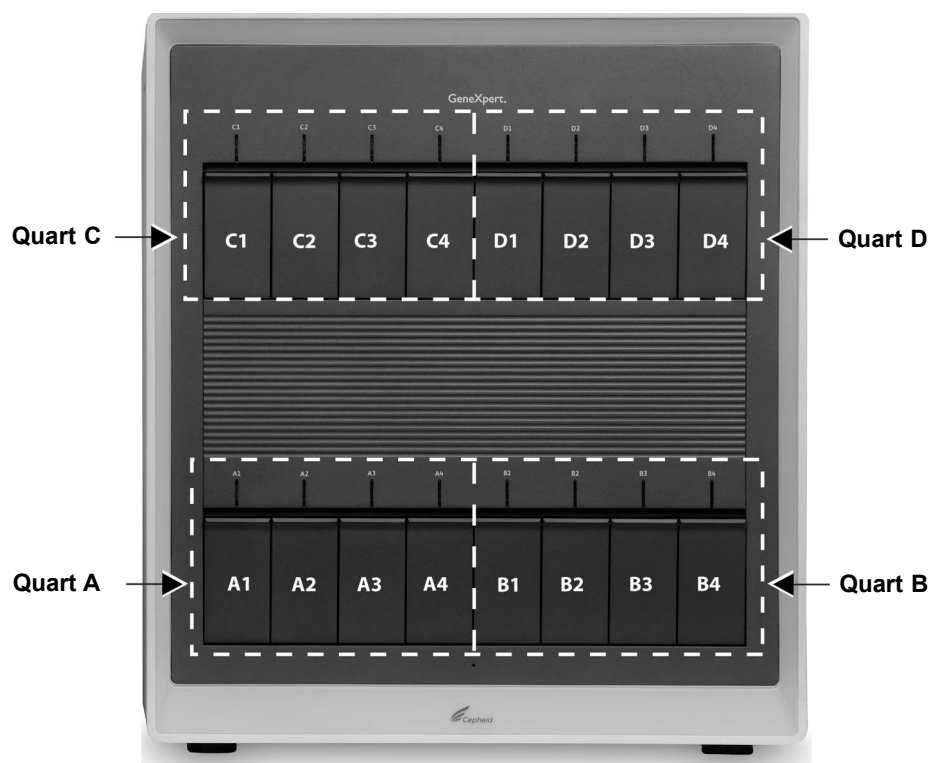
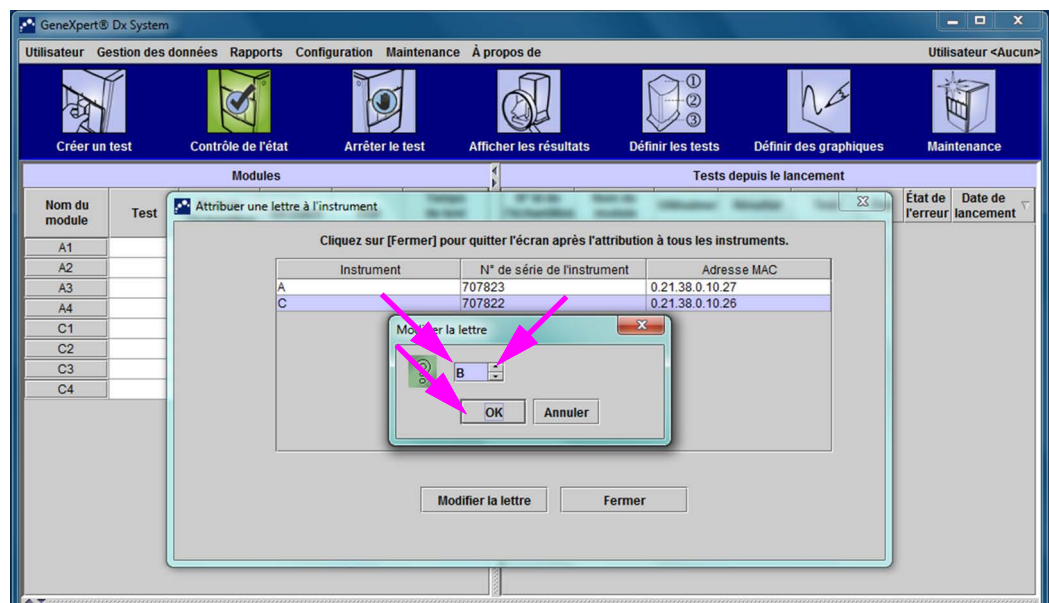

Figure 2-62. Lettres attribuées aux quarts (GX-XVI illustré)
Figure 2-68. Fenêtre GeneXpert Dx System avec superposition de la boîte de dialogue Modifier la lettre
Le logiciel GeneXpert Dx attribue automatiquement une lettre (A, B, C ou D) pour identifier chaque quart de l'instrument GeneXpert GX-XVI connecté à l'ordinateur. La Figure 2-62 illustre la manière dont chaque quart du GX-XVI est visualisé par le système.
- La boîte de dialogue Modifier la lettre s'affiche, comme illustré dans la Figure 2-68. Sélectionnez la lettre à attribuer au(x) module(s) en utilisant les flèches vers le haut et vers le bas de la boîte de dialogue Modifier la lettre. Sélectionnez la lettre correspondant au quart défini par les quatre modules dont les voyants clignotent. Par exemple, si l'ensemble de modules situé sur le côté droit inférieur (Quart B dans la Figure 2-62) clignote, sélectionnez **B** comme nouvelle lettre.
5. Après avoir modifié la lettre attribuée, cliquez sur **OK**. Voir Figure 2-68.